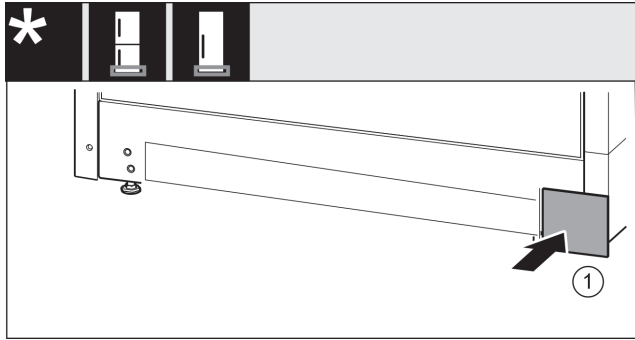

Fig. 27
► Așezați apărătoarea din nou pe cealaltă parte. Fig. 27 (1)